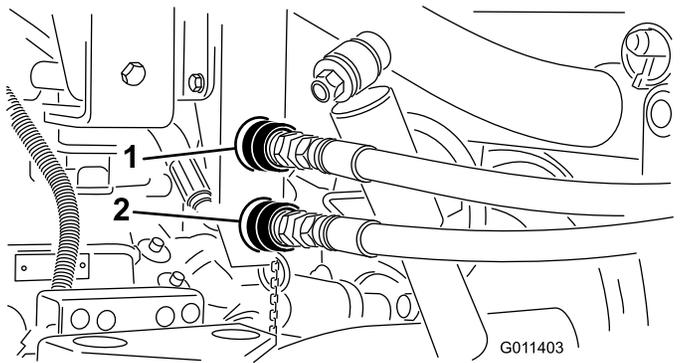

图17
3. 连接之前需要清洁铺沙机接头图17上的任何污垢。肮脏的接头可能会将污染物带入液压系统。清洁之后将两个快速接头都连接到 Workman。软管被标记为“A”和“B”在安装时将要与快速接头相匹配。确保两个快速接头都完全接合。
**注意** 图17所示的接头来自于序列号为 23999999 之前的工作车。